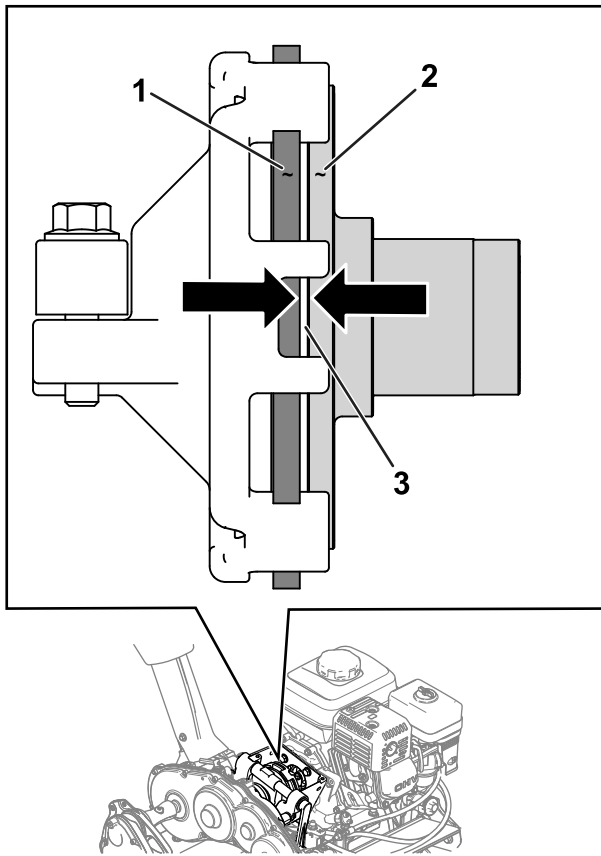

Figura 31
2. Desaperte as porcas de retenção e ajuste o cabo de tração de forma a que existe uma folga de 1,1 mm entre o disco de fricção e a placa de pressão (Figura 30 e Figura 31).